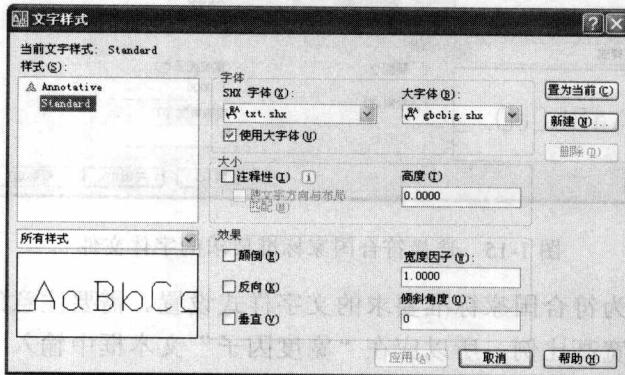

图 1-12 “文字样式”对话框
(1) 用于定义文字样式的命令是 STYLE。单击“样式”工具栏上的 A (文字样式管理器) 按钮，即可执行 STYLE 命令，此时将打开“文字样式”对话框，如图 1-12 所示。